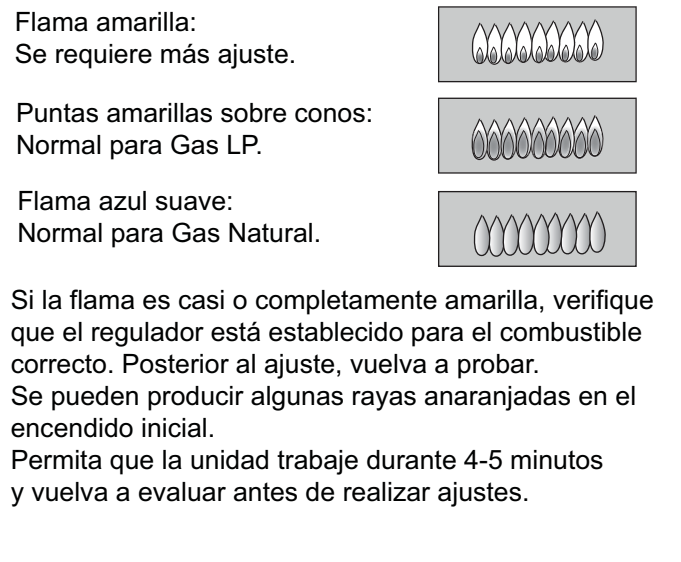

Figura 10: Características de las flamas
**Pruebe el Encendido del Quemador.** Seleccione una perilla de quemador de la estufa. Presione hacia abajo y gire en contra de las manecillas del reloj hacia **ALTO**. El módulo de chispa/encendido producirá un sonido de chasquido. Una vez que el aire ha sido purgado de las líneas de alimentación, el quemador deberá encender dentro de cuatro (4) segundos.
**Prueba de Flama: Opción Alta.** Gire el quemador a **ALTO**. Vea Figura 10 para las características apropiadas de flama.